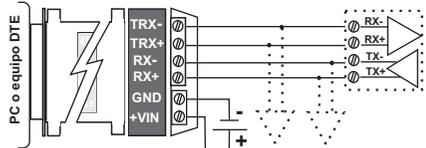

Fig. 4. RS422, 4 Hilos. Respete polaridades.
**Conexión RS422.** El enlace se realiza mediante 4 hilos, (fig. 4). El módulo permite la comunicación duplex total. Durante la transmisión titila el led TX, durante la recepción el led RX.